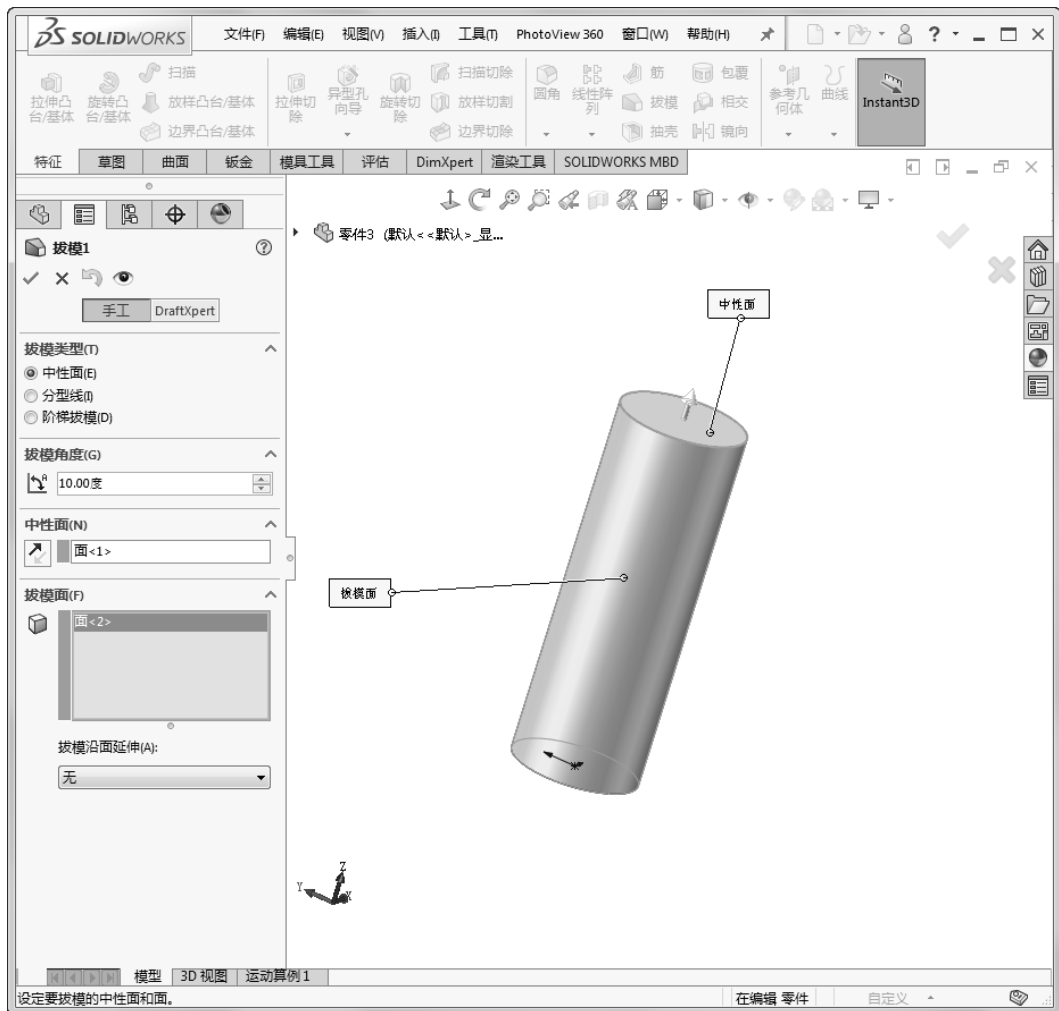

图 6-75 选择中性面
4) 单击“中性面”选项组中的列表框，然后在图形区中选择面或基准面作为中性面，如图 6-75 所示。